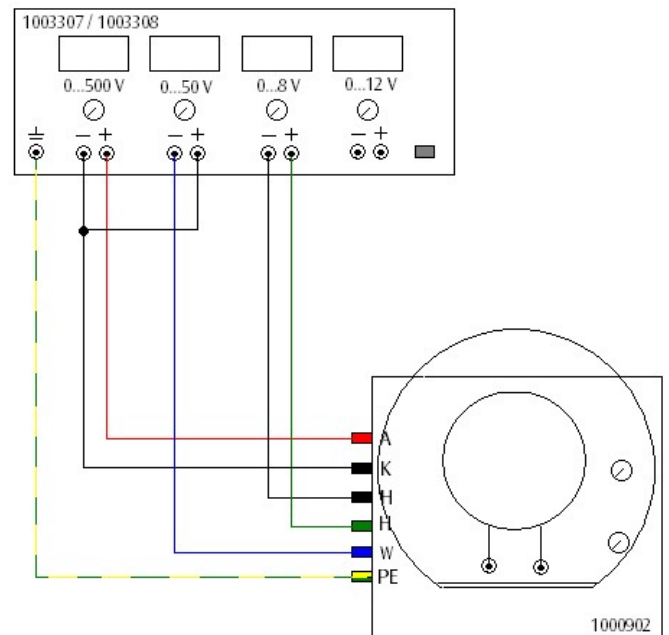

Fig. 4: Conexão do osciloscópio na fonte de alimentação
- Conectar as entradas do osciloscópio didático com as saídas do aparelho de alimentação em rede conforme às tensões correspondentes (vide fig. 4).
- Efetuar a conexão do tubo conforme a fig. 4.